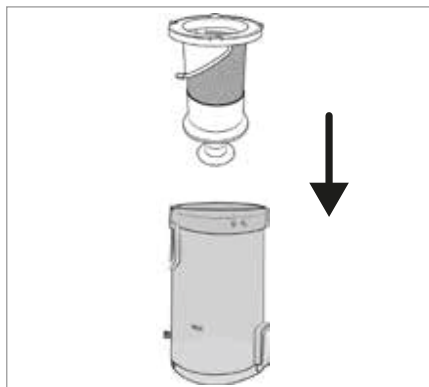

Fig. 23
① Indicación
- Durante la limpieza del filtro de acero inoxidable ⑥, asegúrese de no perder el conector de goma del orificio inferior.
- 6) Inserte el filtro de acero inoxidable ⑥ en el depósito de polvo ⑦ y presiónelo hasta el fondo (consulte la fig. 23). Para ello, observe los encastrés de diferente tamaño del filtro de acero inoxidable ⑥. El filtro de acero inoxidable ⑥ solo puede insertarse en una posición en el depósito de polvo ⑦ según estos encastrés.